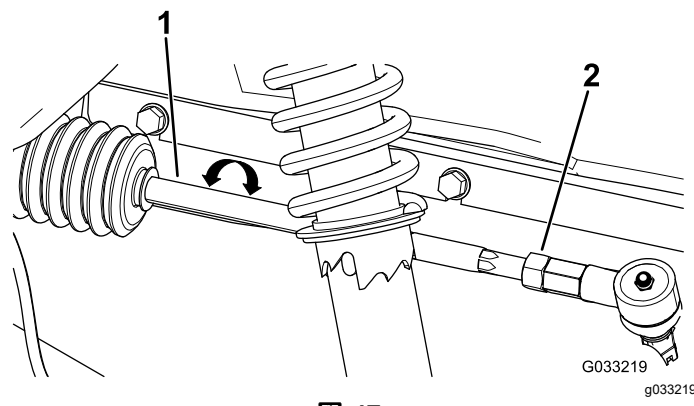

図 47
2. 前後の測定値の差が所定範囲0-6 mmにならない場合は、タイロッドの外側端部にあるジャムナットをゆるめて調整を行う (図 47)。